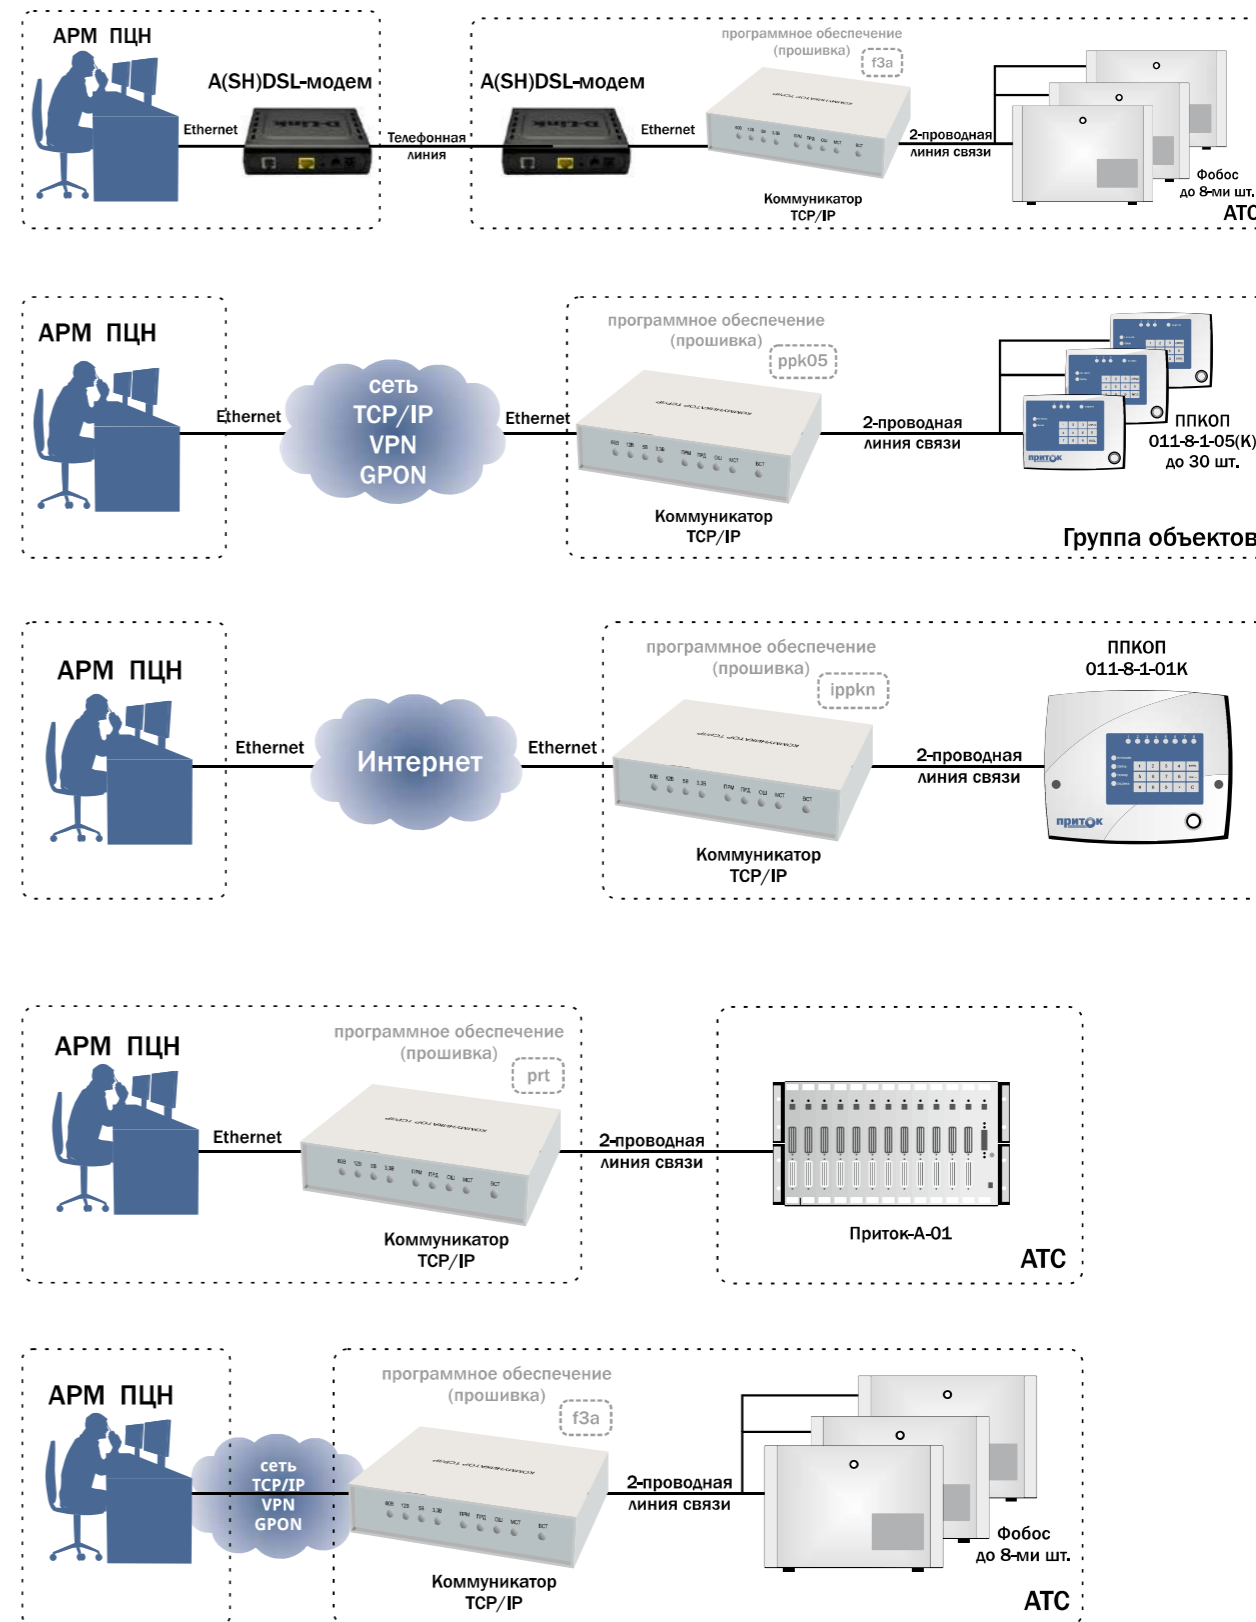

Рис. 2
- ▶ ВОЗМОЖНОСТЬ ИСПОЛЬЗОВАНИЯ ВСЕХ СУЩЕСТВУЮЩИХ КАНАЛОВ ПЕРЕДАЧИ ДАННЫХ ДЛЯ ОРГАНИЗАЦИИ СЕТИ ПЦН (Рис. 2);